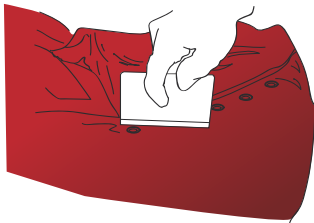

Abbildung 18
- › Danach mit dem ROLLRIV-Roller über die Folie fahren, um diese auf der gesamten Nietenfläche anzubringen. Anschließend ist die Folie um die Niete herum mit der Rakel (Abb. 18) oder mit dem Daumen anzudrücken.